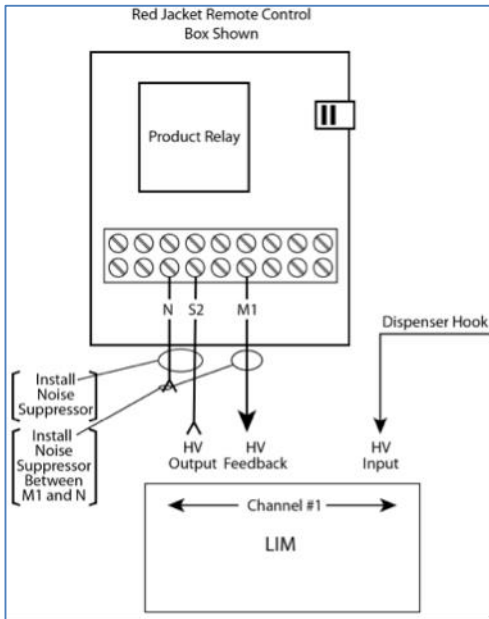

Figura 5-6 Conexiones de Cableado Red Jacket
1. Hale dos (2) cables eléctricos AC y un (1) cable a tierra (mínimo 14-AWG) desde el circuito de interrupción/taco para cada módulo LIM.
Tenga en cuenta la fase en que el relay LIM está encendido conectado al motor terminal STP. LIM debería estar en la fase STP de Retroalimentación (HV) como se muestra en la **Figura 5-6**. Ésta puede variar levemente dependiendo del tipo de STP que haya en el lugar.